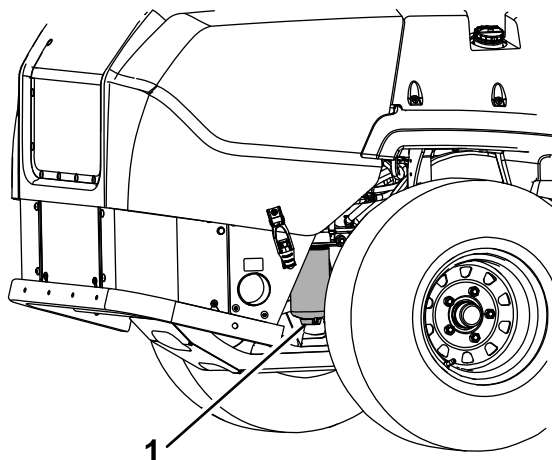

Figura 45
3. Coloque un recipiente de vaciado debajo del filtro de combustible y afloje el tapón de vaciado una vuelta aproximadamente (Figura 45).